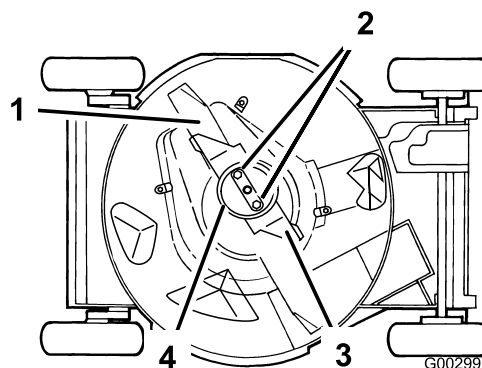

Figura 30
4. Vuelque el cortacésped hacia su lado **izquierdo** (limpiador de aire hacia arriba)(Figura 30).